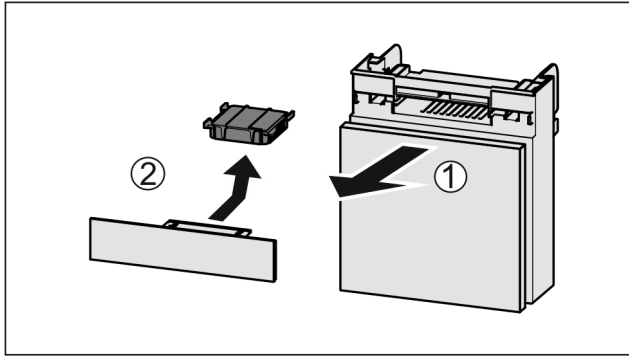

Fig. 169
- ▶ Lade vanaf de voorkant eruit trekken Fig. 169 (1).
- ▶ Actiefkoolfilter verwijderen Fig. 169 (2).